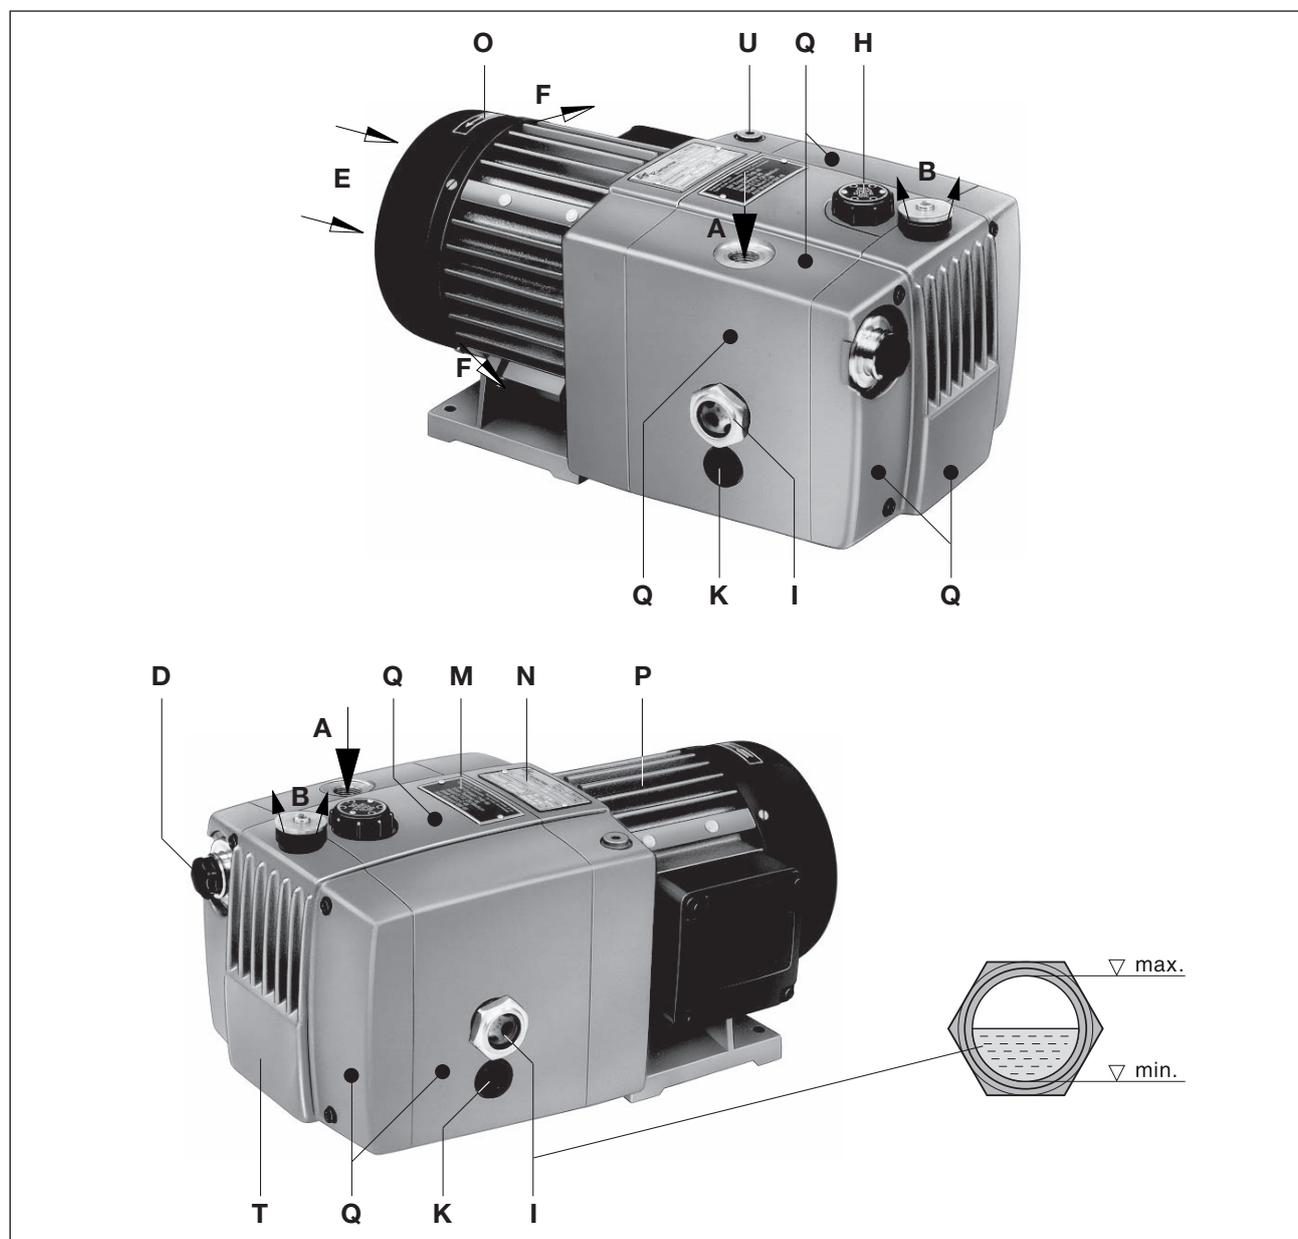

Fig. 1 Pompa per vuoto V-VGA / V-VGC
Il riempimento olio (Fig. 1/H), la finestrella di ispezione (Fig. 1/I) e lo scarico dell'olio (Fig. 1/K) devono essere facilmente accessibili.
Gli ingressi (Fig. 1/E) e le uscite (Fig. 1/F) dell'aria di raffreddamento devono avere una distanza di almeno 15 cm dalle pareti vicine. L'aria di raffreddamento fuoriuscita non deve essere riaspirata. Per lavori di manutenzione prevedere una distanza di 30 cm prima del filtro (Fig. 1/D) e il coperchio del serbatoio dell'olio (Fig. 1/T).
**L'apertura dell'aria di scarico (Fig. 1/B) non deve essere chiusa né ristretta.**
- a) Collegamento vuoto (Fig. 1/A).
- b) L'aria aspirata può fuoriuscire liberamente attraverso il silenziatore (Fig. 1/B).
- a) Inserire l'olio lubrificante (tipi adatti vedi cap. "Manutenzione") attraverso l'apertura di riempimento (Fig. 1/H) fino al bordo superiore della finestrella di ispezione (Fig. 1/I).
- a) I dati elettrici del motore sono indicati sulla targhetta dati (Fig. 1/N) o sulla targhetta dati motore. I motori sono conformi a DIN EN 60034 e sono eseguiti con classe di protezione IP 55 e classe isolamento F. Lo schema di collegamento è situato nella morsettiera del motore (non si applica nella versione con collegamento a spina). I dati del motore devono essere confrontati con quelli della rete di alimentazione usata (tipo corrente, tensione, frequenza di rete, amperaggio ammesso).
Durante il funzionamento, le superfici dei componenti (Fig. 1/Q) possono superari i 70°C. Evitare di toccare le superfici calde (contrassegnate da appositi cartelli)!
- ▷ Il senso di rotazione previsto dell'albero di azionamento è contrassegnato dalla freccia (Fig. 1/O) sulla flangia motore.
- b) Dopo l'eventuale correzione del senso di marcia riavviare il motore e spegnerlo dopo ca. 2 minuti per rabboccare l'olio mancante fino al bordo superiore della finestrella di ispezione (Fig. 1/I). Ripetere il rabboccamento attraverso l'apertura di riempimento (Fig. 1/H) fino a che tutte le tubature dell'olio saranno piene. Non aprire l'apertura di riempimento quando la pompa gira.